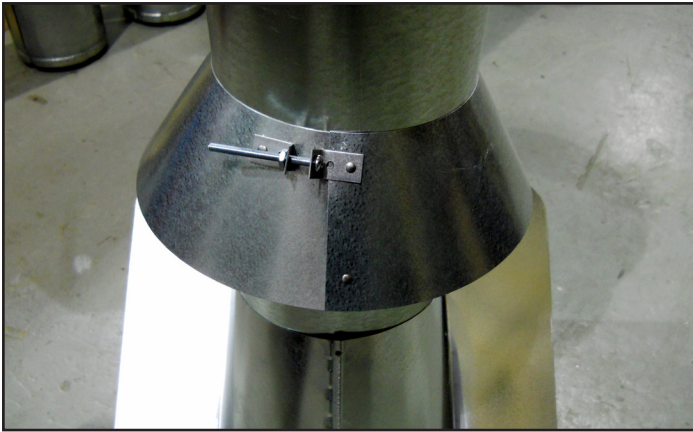

Figure 7.14 Insérer le boulon dans les supports
- Insérer un boulon (fourni) dans les supports et installer l'écrou. Ne pas serrer à fond. Voir la Figure 7.14.